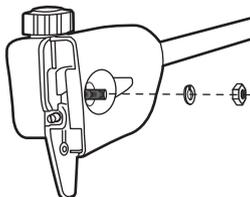

Fig. 26h
- L'unir à la rondelle ressort (D4) et au cache (D2), et serrer l'écrou de blocage (D3) avec la clé à douille (E6) dans le sens horaire. (voir Fig. 26h, 26i).
**REMARQUE :** utiliser l'extension de perche uniquement avec la tête taille-haie (C) ou la tête d'élagage (D) Elle ne peut pas être utilisée avec la tête de débroussaillage/coupe-herbe (B).